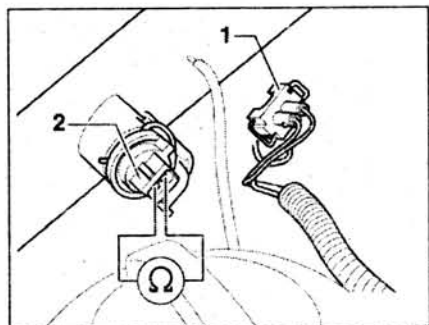

Рис. 3.23. Отсоедините разъем проводки от датчика и измерьте сопротивление между контактами датчика.
7. Отсоедините разъем проводки от датчика (рис. 3.23). Измерьте сопротивление между контактами датчика.